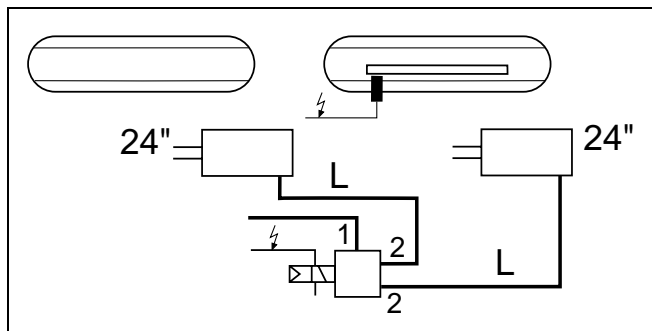
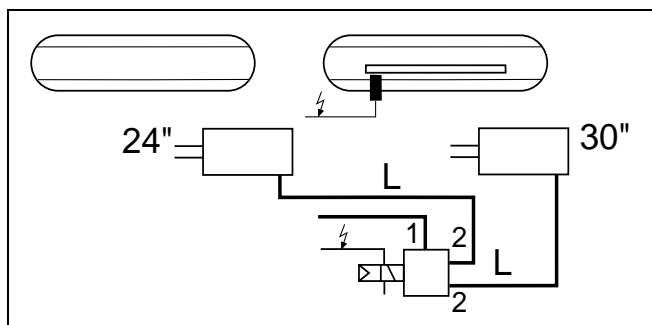

Abb. 6 Länge L gleich bei gleichen Bremszylindern.
Abb. 7 Bei verschiedenen großen Zylindern:
- Die Leitungen von einem ABS-Relaisventil zu mehreren gleich großen Bremszylindern einer Fahrzeugseite müssen gleich lang sein und den selben Querschnitt haben (Abb. 6). Bei verschiedenen großen Zylindern ist Leitungslänge L zum kleineren Zylinder länger zu wählen. (Abb. 7).